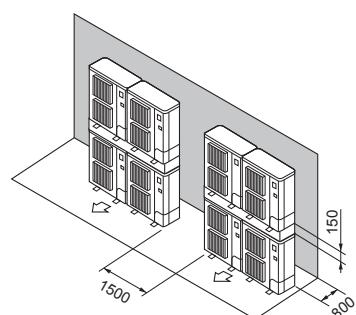

Fig. 2-15
⑦ Расположение приборов вертикальными рядами (Fig. 2-15)